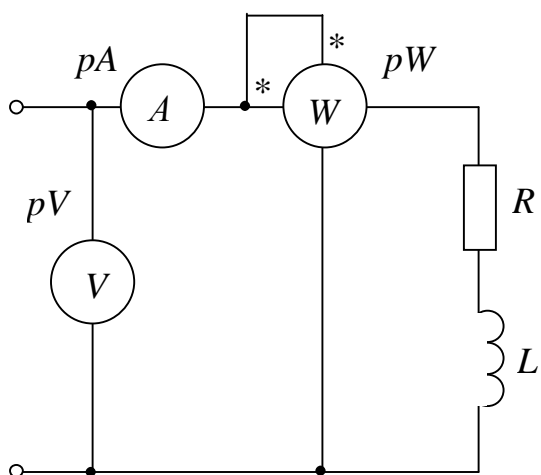

Рис. 3.5
**Задача 3.3.** По показаниям приборов (рис. 3.5) определить параметры:  $R$ ,  $L$ ,  $\varphi$ ,  $Q$ ,  $S$  катушки, если  $I = 0,2$  А,  $U = 3$  В,  $P = 0,36$  Вт,  $f = 300$  Гц. Построить векторную диаграмму тока и напряжений.